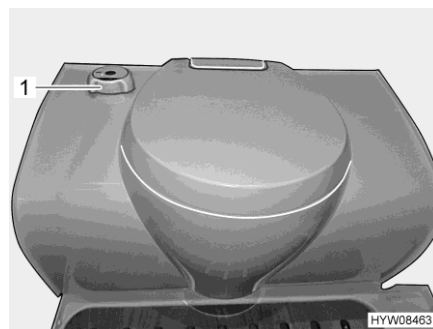

Bild 110 Thetford-Toilette
- Drehgriff (Bild 110,1) entgegen dem Uhrzeigersinn drehen.
- Drehgriff (Bild 110,1) im Uhrzeigersinn drehen.